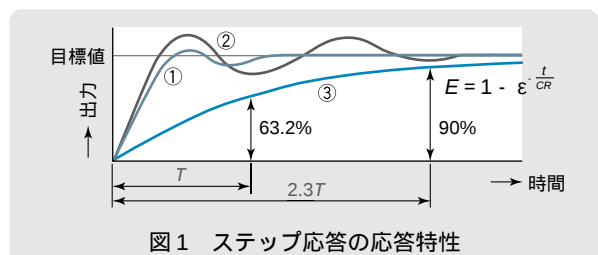

図1 ステップ応答の応答特性
エム・システム技研製のほとんどのアナログ式信号変換器は、定常状態に達するまでに時間がかかりますが、オーバーシュート (図1の ①の応答特性) やリングング (図1の ②の応答特性) など振動的な応答にならないように1次遅れ応答特性 (図1の ③の応答特性) のローパスフィルタに近い特性をもっています。
なお、目標値の90%に到達するまでの応答時間は、式1の時定数 T の約2.3倍 (約2.3 T) になります (図1参照)。■